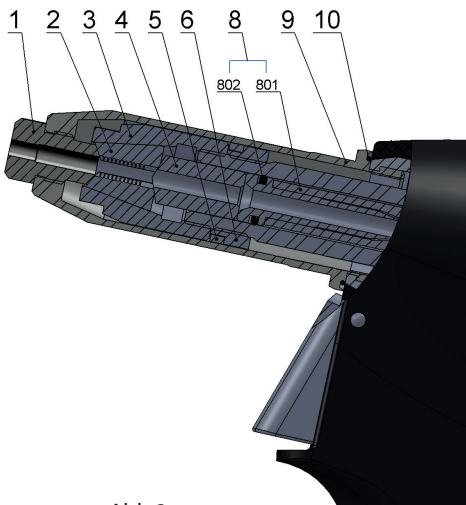
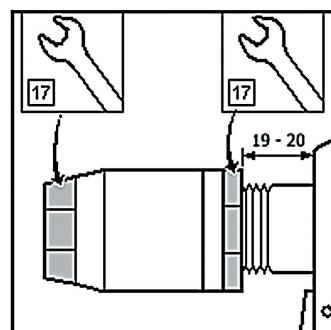

Abb.2
Abb.3
Trennen Sie das Werkzeug von der Druckluftquelle, schrauben Sie das vordere verstellbare Frontdüse /Abb.2 - Pos.9/ mit einem Schraubenschlüssel Nr. 23 ab, setzen Sie den Schlüssel Nr. 17 (15) auf die Spannhülse /Abb.2 - Pos.3/ und den Schlüssel Nr. 17 auf die HP - Mutter /Abb.2 - Pos.6/ und lösen Sie diese. Schrauben Sie die Spannhülse ab und tauschen Sie die Spannbacksatzen /Abb.2 - Pos.2/ und den Kompllettes Saugleitung /Abb.2 - Pos.8/ aus. Alle verwendeten Gewinde sind Rechtsgewinde. Reinigen Sie die demontierten Teile gründlich und unterziehen Sie diese und insbesondere die folgenden Teile einer Sichtprüfung:
- 1) Spannbacksatzen /Abb.2 - Pos.2/ - Abgenutzte oder beschädigte Teile müssen ausgetauscht werden. Reinigen Sie verschmutzte Teile mit einer Drahtbürste.
- 2) Mundstück /Abb.2 - Pos.1/ - Überprüfen Sie die Funktionsflächen des Reduzierstücks auf Verschleiß.
- 3) Komplette Saugleitung /Abb.2 - Pos.8/ - Abgenutzte oder beschädigte Teile müssen ausgetauscht werden /Abb.2 - Pos. 801,802/.
- 4) Verstellbare Frondüse /Abb.2-Pos.9/ - Überprüfen Sie die Innenfläche auf Beschädigungen (\varnothing 18).
- 5) Abstreifring /Abb.2 - Pos.5/ - Ersetzen des Rings durch einen neuen Abstreifring, sofern dieser beschädigt oder abgenutzt ist.
Montieren Sie die Teile in umgekehrter Reihenfolge (siehe Teile-Demontage). Geben Sie einen Tropfen Schmieröl (wir empfehlen das Hydrauliköl HYSPIN AWHM 32 CASTROL) auf die Außenfläche der Spannbacksatzen /Abb.2 – Pos.2/. Geben Sie eine dünne Schicht Plastik - Schmierstoff MOGUL LV 2-3 auf die Saugleitung und den O-Ring /Abb.2 - Pos. 801,802/. Die Grundeinstellung der Spannbacken erfolgt wie in Abb. 3 dargestellt.